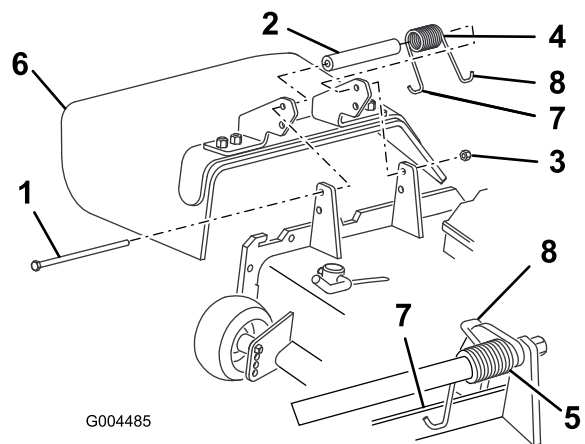

図 71
2. デフレクタをピボット・ブラケットに固定しているロックナット、ボルト、スプリング、スペーサを外す(図 71)。デフレクタを取り外す。
3. デフレクタのブラケットの間にスペーサとスプリングを入れる(図 71)。スプリングの左側のフックを、デッキのエッジに引っ掛ける。
**注** ボルトを取り付ける前に、スプリングのJ字フックがデッキの後部エッジに図 71のように取り付けられていることを確認してください。
4. ボルトとナットを取り付ける。スプリングの右側のフックを、デフレクタに引っ掛ける(図 71)。